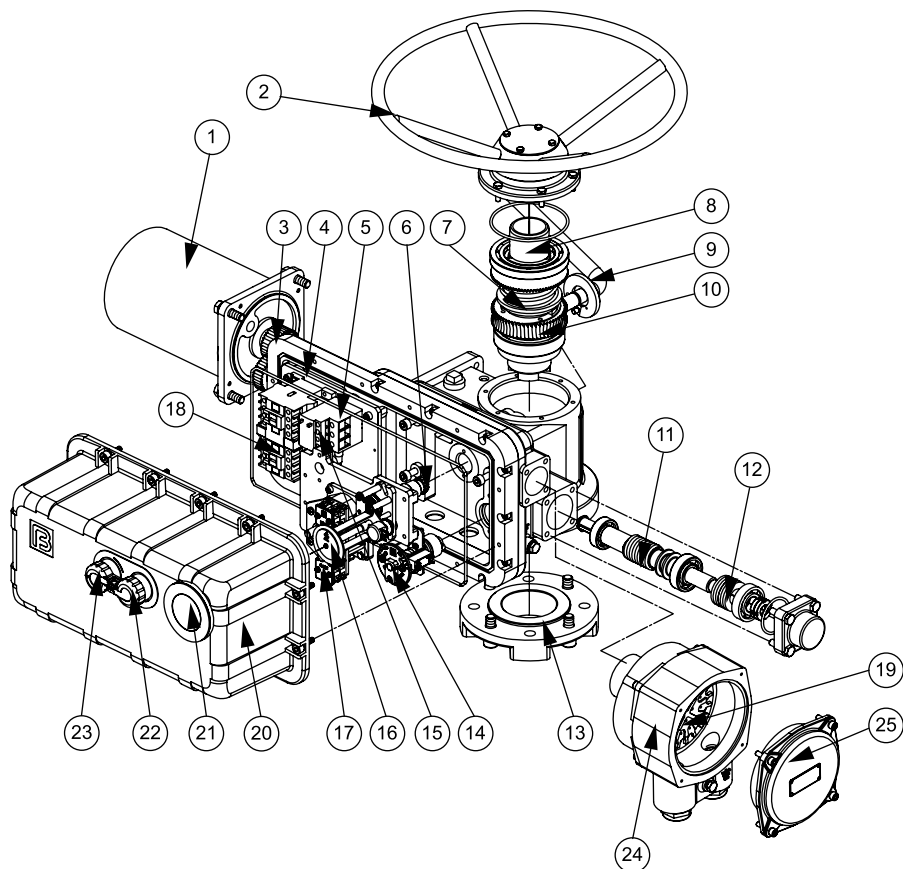
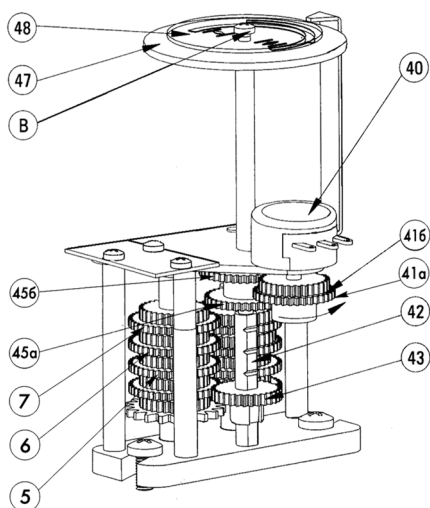
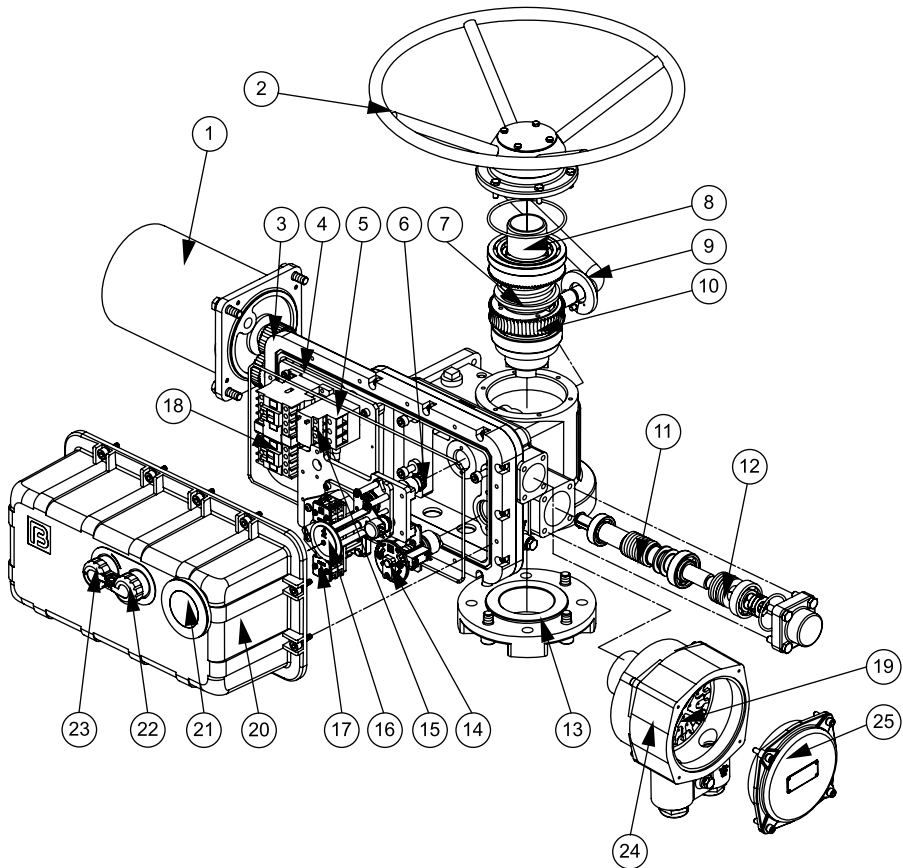

Рис. 1 Интегрированные электроприводы серии ГЗ-ВА, ГЗ-ВБ КС (без контроллера)
Рис. 4 Индикатор положения затвора арматуры
Рис.5 Интегрированные электроприводы серии ГЗ-ВВ, ГЗ-ВГ, ГЗ-ВД КС (без контроллера)
## 2.1 Электроприводы серии ГЗ-ВА и ГЗ-ВБ КС (рис. 1)
Индикатор положения затвора арматуры (16) (рис. 1) состоит из набора установочных шестерен, потенциометра (40) (рис. 4), регулируемых дисков с указателем положения затвора (47, 48). На стержне (42) имеется 4 зубчатых зацепления, позволяющих фиксировать шестерню (43), для трехступенчатой индикации положения затвора арматуры.
Вращение от электродвигателя (1) (рис.1) через прямозубую цилиндрическую шестерню передаётся на червячный редуктор, который обеспечивает вращательное движение выходного вала и через кулачковую муфту преобразуется в поступательное движение штока затвора арматуры.
Индикатор положения затвора арматуры (16) (рис. 1) механически связан с валом ограничителя хода выходного вала. После надлежащей настройки указания индикатора соответствуют определенным положениям затвора арматуры независимо от режима работы электропривода – ручного или электрического.
## 2.2 Электроприводы серии ГЗ-ВВ, ГЗ-ВГ, ГЗ-ВД КС (рис. 5)
При пуске электропривода вращение от электродвигателя (1) (рис. 1, рис. 5) передается выходному валу через прямозубую цилиндрическую шестерню, червячный вал и червячное колесо. Через переходной вал вращение также передается на ограничитель хода выходного вала (17) и индикатор положения затвора арматуры (16), что позволяет автоматически выключаться электродвигателю при достижении электроприводом заданных параметров.